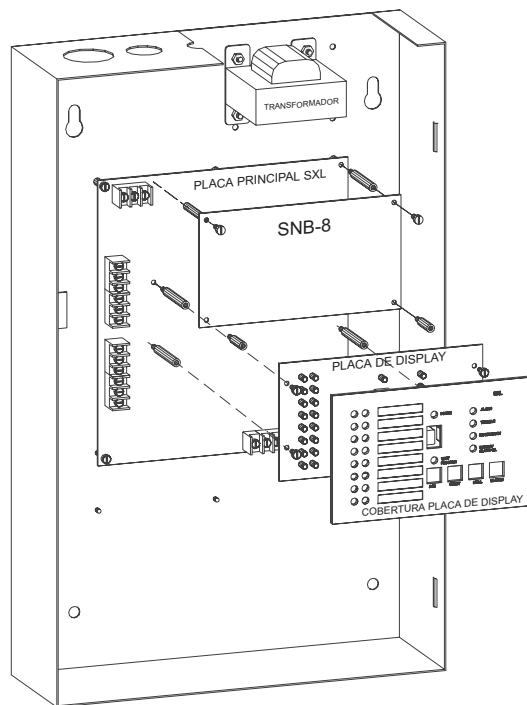

Figura 3
Em um Sistema SXL Existente (Consulte a Figura 3)
1. Remova a Cobertura da Placa de Display como é mostrado na Figura 3. Jogue fora os dois standoffs da parte superior.
1. Coloque os dois standoffs de 6-32 x 1/2 nos dois pinos localizados na parte superior direita do gabinete do SXL-EX como é mostrado na Figura 3.